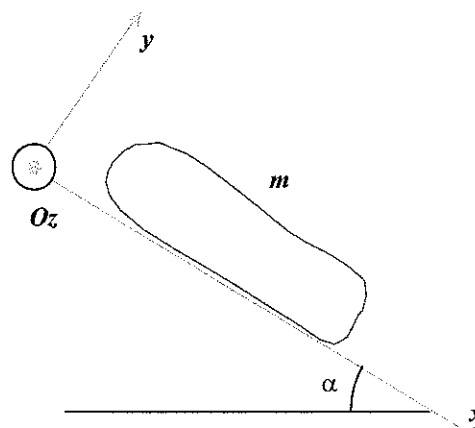

Figure 1 - Masse de neige reposant sur un plan incliné
A.1. On considère un bloc de neige de masse m reposant sur un plan incliné dont la pente est repérée par l'angle α (figure 1). Le contact entre la neige et ce plan, décrit par les lois de Coulomb sur le frottement, est caractérisé par des coefficients de frottement statique μ_s et dynamique μ_d . On rappelle que $\mu_d \leq \mu_s$.